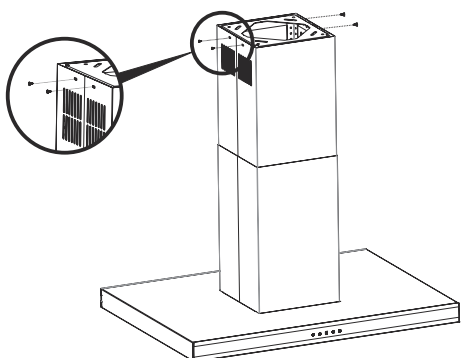

Fig. 14
- Lyft nu upp den invändiga skorstenen mot takplattan och skruva fast den med 4st 3,5x9,5 skruvar (svarta till svarta fläktar och rostfria till rostfria fläktar) för att den ska monteras fast (Fig.14).